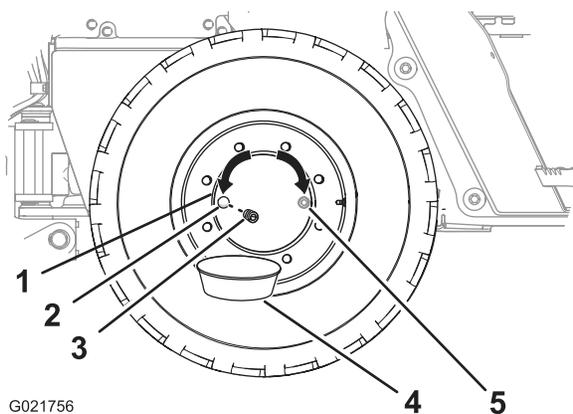

Figura 64
- Mova a máquina para frente ou para trás até que o bujão do cubo esteja na posição de 3 hs ou 9 hs (Figura 64).
- Posicione uma bandeja de drenagem sob o bujão de drenagem do cubo (Figura 64).
- Remova o bujão do cubo (Figura 64).
- Verifique se o nível do óleo está alinhado com a parte inferior do orifício de drenagem (Figura 64).
- Instale o bujão no orifício de drenagem do cubo (Figura 64).